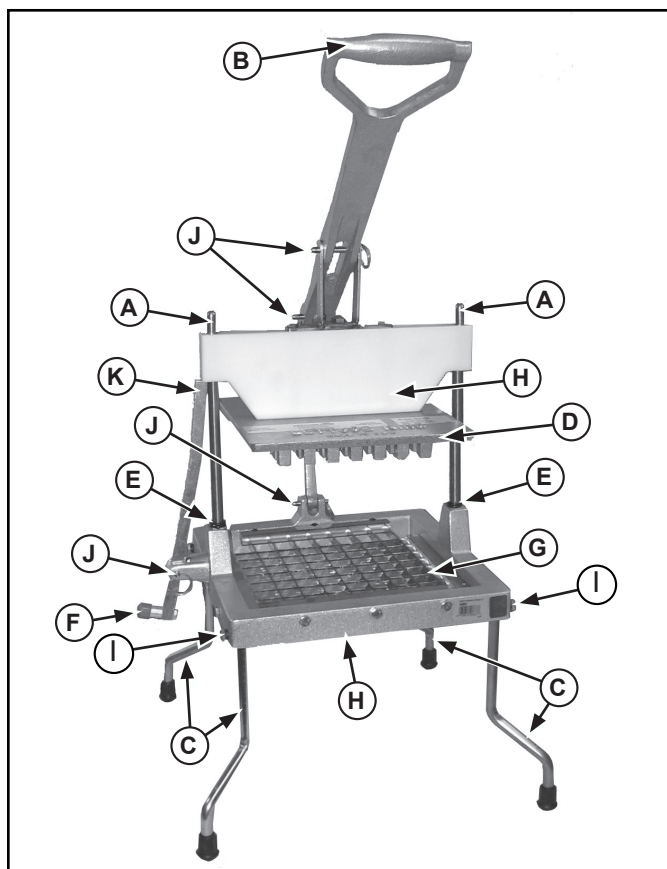

Figure 2. Caractéristiques et commandes du Lettuce King IV.
2. Insérez les pieds (C) dans les trous du socle (D) de manière à ce que la partie inclinée du pied soit tournée vers l'extérieur. Voir la figure 2.
3. Fixez les pieds (C) au socle (D) à l'aide des vis (A) et des rondelles en caoutchouc (B). Voir la figure 2.
Lettuce King IV : Tenez la poignée (B), enlevez la main de la zone du jeu de lames et placez cette main sur le levier du verrou (F). Poussez le levier du verrou (F) à l'intérieur pour libérer le bras du verrou de (D). Voir la figure 2.
4. Enlevez les vis qui fixent le jeu de lames (I). Enlevez et jetez avec précaution le jeu de lames. Voir la figure 2.
5. Examinez la tête de poussée (D). S'ils sont ébréchés ou ébavurés, lissez les bords avec une petite lime plate.
6. Assurez-vous que les protections de lame (BB) sont installées sur le jeu de lames (DD et CC). Pour le Lettuce King IV, voir la vue éclatée.
7. Placez le jeu de lames inférieur (CC) dans le cadre (H) de sorte à le loger correctement, le côté tranchant vers le haut.
8. Installez les vis par la gauche du jeu de lames (G). Serrez jusqu'à ce qu'elles touchent le cadre (H). Tournez la vis jusqu'à ce qu'elle soit serrée, sans dépasser 1/2 tour ou 40 po-lb.
9. Placez la rondelle en caoutchouc entre le cadre droit (H) et le jeu de lames (CC). Insérez les vis dans le cadre et la rondelle en caoutchouc dans le jeu de lames. Tournez la vis jusqu'à ce qu'elle soit serrée, sans dépasser 1/2 tour ou 40 po-lb.
10. Placez le jeu de lames supérieur (DD) dans le cadre (H) de sorte à le loger correctement, le côté tranchant vers le haut.
11. Installez les vis par l'avant du jeu de lames (DD). Serrez jusqu'à ce qu'elles touchent le cadre (H). Tournez la vis jusqu'à ce qu'elle soit serrée, sans dépasser 1/2 tour ou 40 po-lb.
12. Placez la rondelle en caoutchouc entre le cadre arrière (H) et le jeu de lames (DD). Insérez les vis dans le cadre et la rondelle en caoutchouc dans le jeu de lames. Tournez la vis jusqu'à ce qu'elle soit serrée, sans dépasser 1/2 tour ou 40 po-lb.